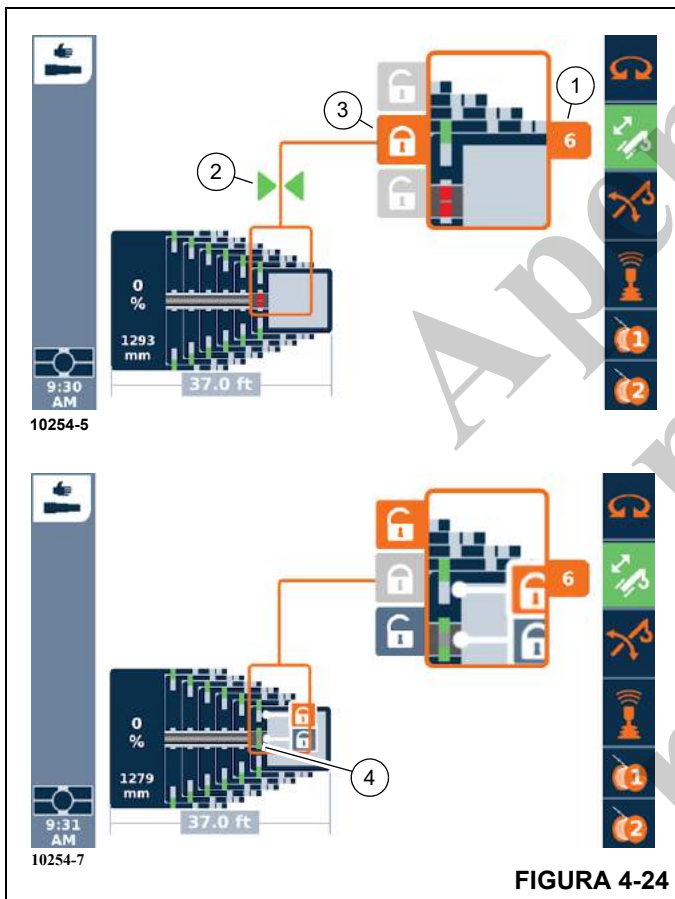

FIGURA 4-24
1. Mova o cilindro telescópico para o ponto de travamento desejado, por exemplo, para a seção telescópica 1 (Figura 4-24).